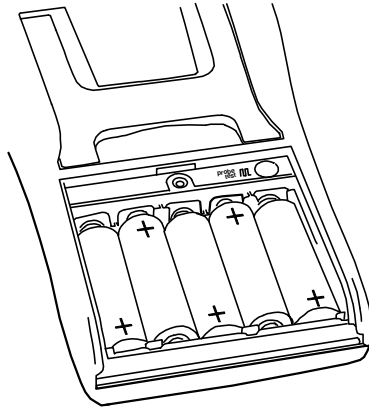

Fig 5.0
- ⇒ The unit can be used with either ordinary alkaline batteries or rechargeable type (5 x). **(Fig. 5.0)**
- ⇒ Men kan het toestel voorzien van gewone alkaline of oplaadbare batterijen HR6 (5 x). (**Fig. 5.0**)
- ⇒ L'appareil peut être muni de batteries alcalines ordinaires ou rechargeables (5 X). (**Fig 5.0**)
- ⇒ Das Gerät kann mit herkömmlichen Alkali- oder wiederaufladbaren Batterien versehen werden, (5 x). (**Abb. 5.0**)